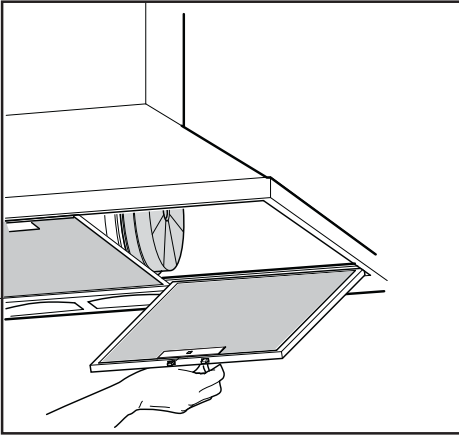

Fig.6
• La distance minimum entre la surface de support des récipients de cuisson sur le dispositif de cuisson et la partie la plus basse de la hotte pour cuisine doit être de 65 cm au moins. S'il doit être utilisé un tuyau de connection composé de deux ou plusieurs parties, la partie supérieure doit être à l'extérieur de celle inférieure. Ne pas relier le tuyau d'échappement de la hotte à un conduit dans lequel circule de l'air chaud ou employé pour évacuer les fumées des appareils alimentés par une énergie différente de celle électrique. En vue d'une manœuvrabilité de l'appareil plus facile, avant d'exécuter les opérations de montage, déconnecter le filtre/les filtres anti-graisse (Fig.6). S'il s'agit d'une hotte aspirante, il faudra prévoir une ouverture pour l'évacuation de l'air.